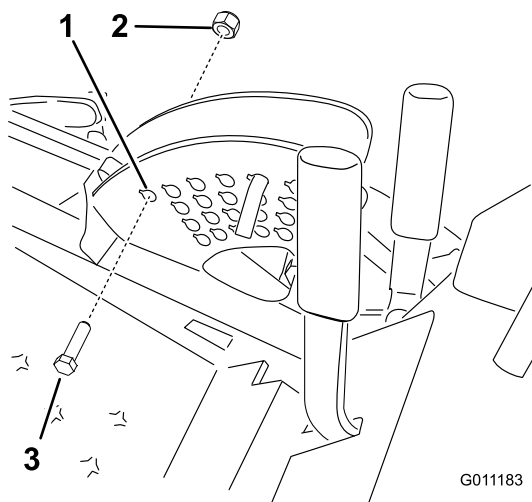

Bild 30
3. Senken Sie das Mähwerk ab und befestigen Sie eine Schraube (1/2" x 2-1/2") und eine Mutter (1/2") im Schnitthöhenloch (152 mm) (Bild 30). Dies verhindert